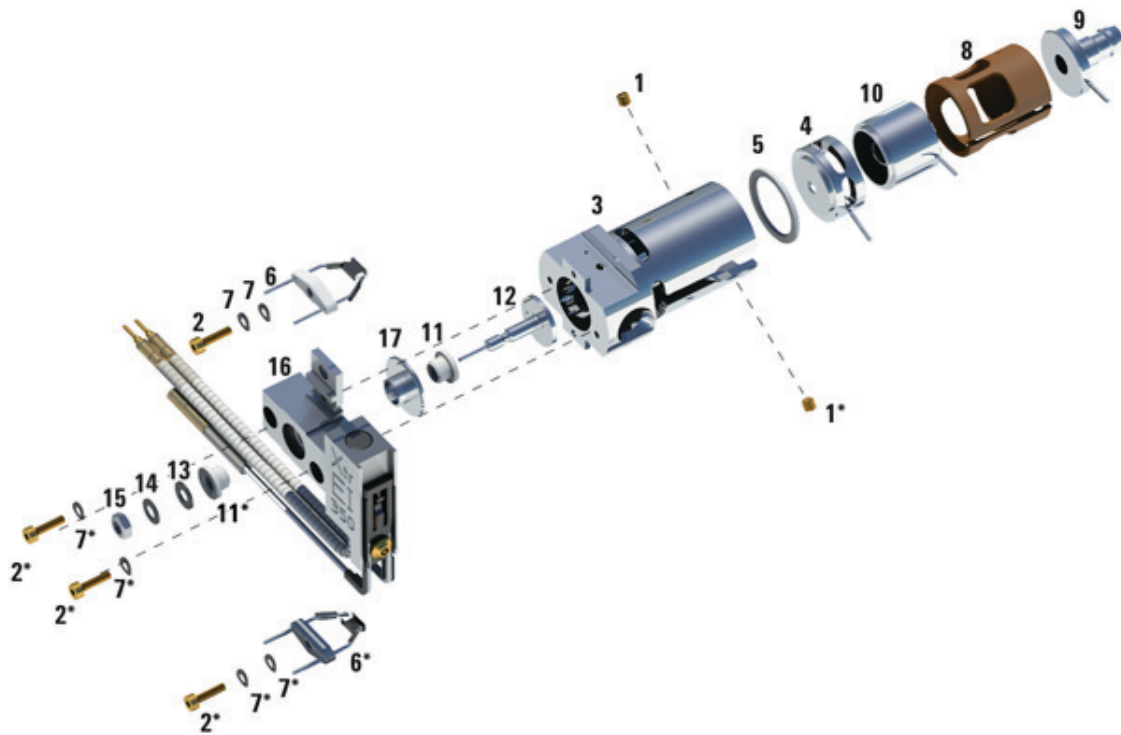

图 48 组装 EI XTR 离子源
在使用此步骤时, 请参考分解部件视图 (图 48) 和 EI XTR 部件列表 (表 21 (第 154 页))。
- 3 按图 48 (第 154 页) 中所示顺序将入口透镜和离子聚焦透镜插入绝缘体。
表 21 EI XTR 离子源部件列表（图 48）
表 21 EI XTR 离子源部件列表 (图 48) (续)